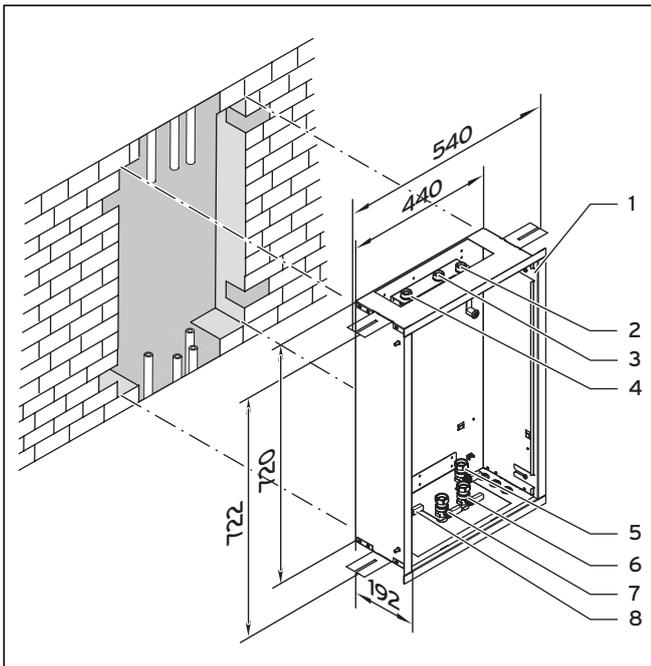
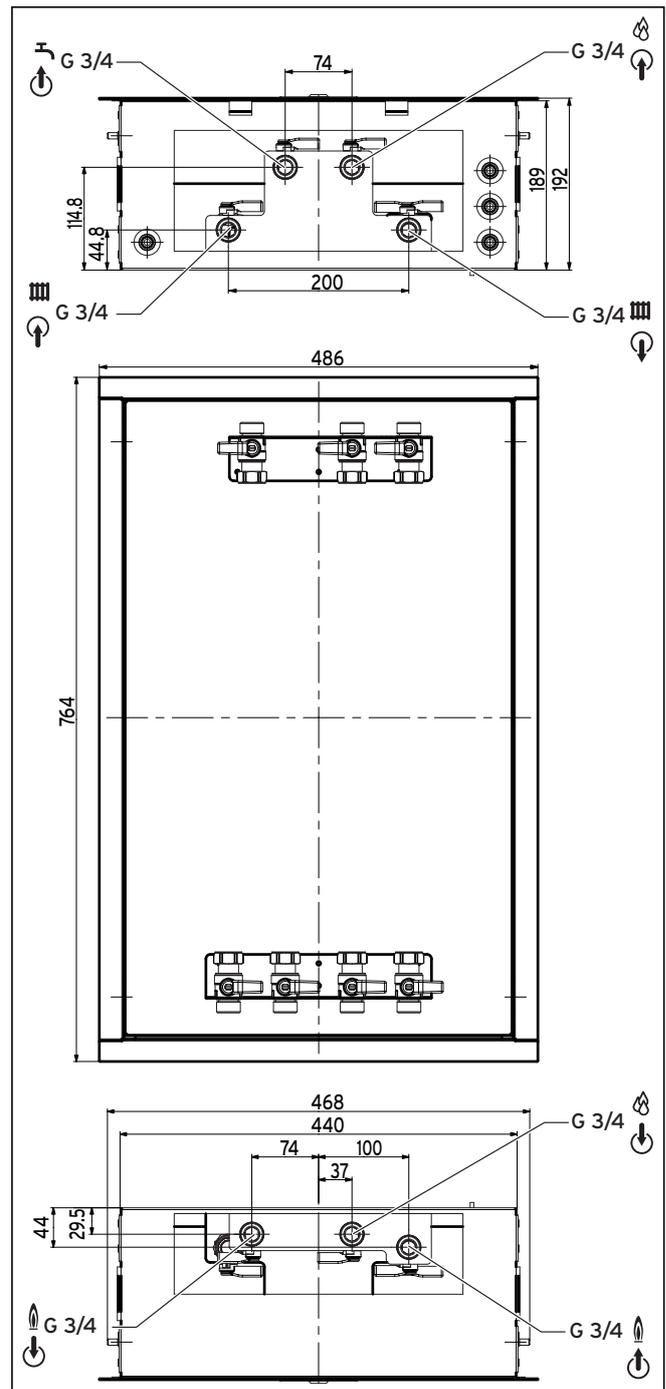

Fig. 4.2 Misure telaio di montaggio VSW 15-35 I (in mm)
Fig. 4.3 Misure di raccordo uniSAT VSW 15-35 I (in mm)
- Praticare nel muro un'apertura delle misure indicate (fig. 4.2).
- Nella muratura, praticare dei fori delle misure indicate per le viti di fissaggio (fig. 4.2).
- Aprire i coprigiunti di fissaggio (1) dello sportello del rivestimento dell'apparecchio.
- Controllare che la posizione dei rubinetti di intercettazione sia corretta rispetto alle misure indicate (fig. 4.3).